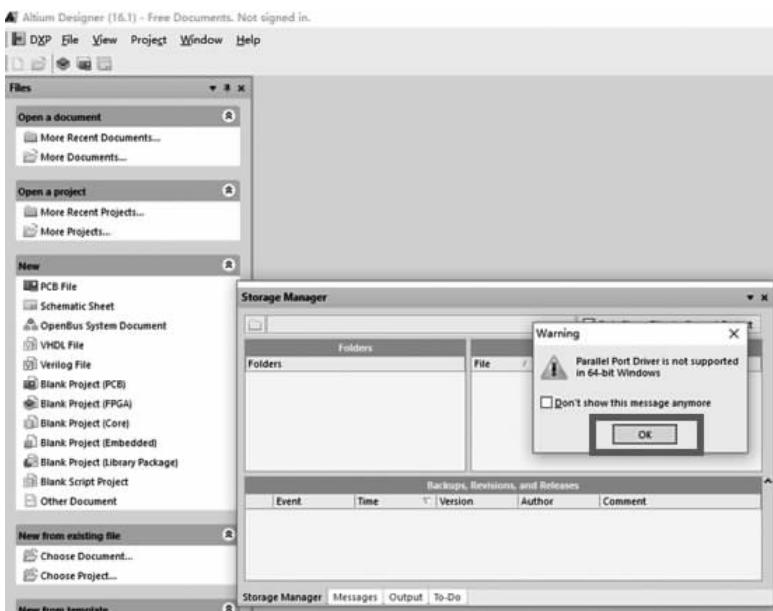

图 1-9 Altium Designer 16 启动警告
(1) 在 Altium Designer 16 安装目录中双击 DXP.EXE, 运行软件, 忽略如图 1-9 所示的警告对话框(Parallel Port Driver is not supported in 64-bit Windows, 64 位窗口不支持并行端口驱动程序), 选中“Don't show this message anymore”(不再显示此信息)复选框, 单击“OK”按钮。